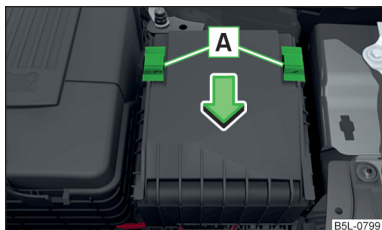

Fig. 195
- > Împingeți mânerul de siguranță » fig. 195 în direcția săgeții. În spatele etrierelor apare simbolul .